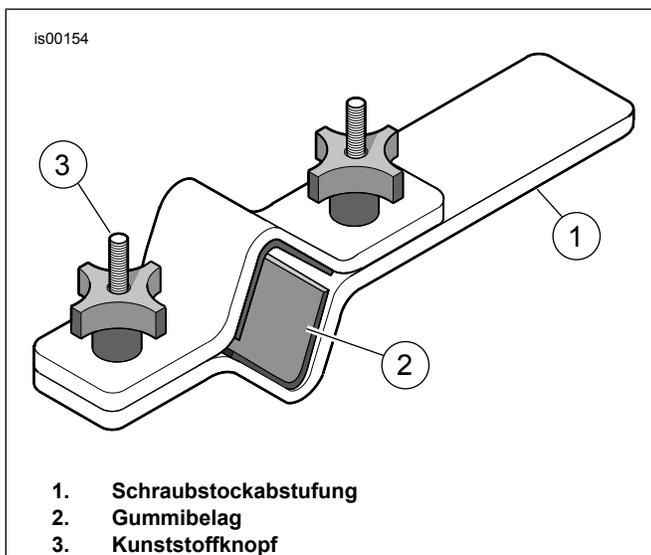
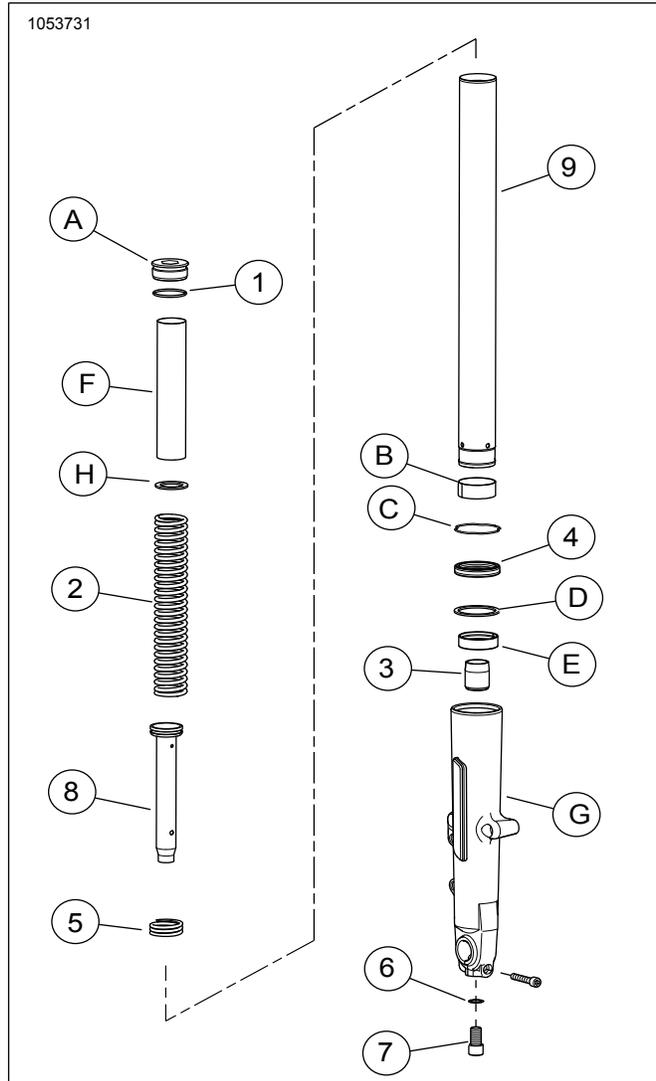

Abbildung 3. Tauchrohrhalter (HD-41177)
Abbildung 6. Ersatzteile: Touring Cartridge Front Fork
1. Siehe Abbildung 3 >. Gabel in Tauchrohrhalter (HD-41177) wie folgt einbauen:
- a. Das Ende des Werkzeugs (1) horizontal in den Schraubstock einspannen.
- b. See Abbildung 6. Mit nach oben zeigender Gabelschraube (A) das Tauchrohr (9) zwischen die Gummibeläge auf der Innenseite des Werkzeugs klemmen. Die Drehknöpfe spannen, bis das Tauchrohr sicher gehalten wird.
1. See Abbildung 6. Sicherstellen, dass der Kolbenring auf dem Dämpferrohr mit nach unten zeigenden Ausschnitten montiert ist. **Neue** Zugstufenfeder (5) auf **neuem** Dämpferrohr aus dem Satz (8) aufsetzen. Dämpferrohr in das **neue** Tauchrohr (9) einbauen.
2. **Neue** Feder (2) und den Federring (F) mit dem eng gewickelten Teil zum Dämpferrohr hin in das Tauchrohr einführen. Das Unterteil des Dämpferrohrs durch die Öffnung am unteren Ende des Tauchrohrs schieben. **Neuen** Öldichtungsanschlag (3) über das Ende des Dämpferrohrs setzen.
3. Apply Loctite 565 Thread Sealant to **new** screw (7). Das Tauch- und Dämpferrohr im Gabelgleitrohr (G) positionieren. Die Baugruppe fixieren, indem Druck auf die Feder ausgeübt wird. Die Schraube (7) mit der **neuen** Kupferunterlegscheibe (6) aus dem Satz anbringen.
- c. See Abbildung 6. Den Halteclip (C) am Tauchrohr nach unten schieben, bis er an der Gabelöldichtung anstößt. Den Sicherungsring in die Gabelgleitrohrnut einbauen. Den Halteclip nicht erweitern oder dehnen, um diesen am Tauchrohr einzubauen, da er sonst beschädigt wird.
- d. See Abbildung 6. Die Stange von oben in das Tauchrohr einführen, bis der Metallring flach an der Oberseite des Tauchrohrs aufliegt.